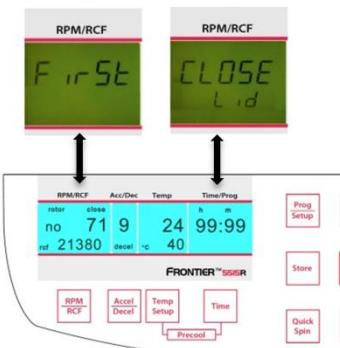
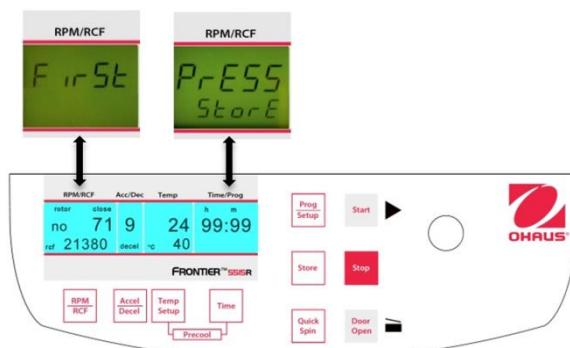

Figure. 23
Figure. 24
Fermer le couvercle de la centrifugeuse. Procéder dorénavant selon la description précédente afin de définir tous les paramètres importants de la centrifugation. Si le couvercle n'est pas fermé lors de la mémorisation du programme, les mots "FirSt" et "CLOSE Lid" (voir la figure 23) clignotent alternativement sur l'affichage "RPM/RCF" (A-1). Si la centrifugation doit être démarrée sans mémorisation du programme, les mots "First" et "PrESS StorE" (voir la figure 24) clignotent alternativement sur l'affichage "RPM/RCF" (A-1).
Pour adapter les données, appuyer sur la touche "Store" (12) (voir les figures 23 et 24) pendant 1 seconde environ. Si le programme est correctement mémorisé, le mot "StorE" apparaît sur l'affichage "RPM/RCF" (A-1). Ceci aura pour effet de faire disparaître le mot "programm" (M10).